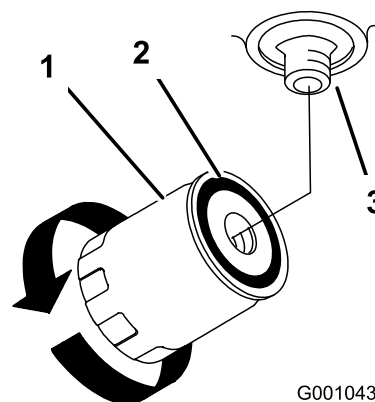

Figura 61
4. Localice el filtro debajo de la base del motor, y coloque un recipiente debajo del filtro (Figura 61).
5. Retire el filtro usado y limpie con un paño la superficie de la junta del adaptador del filtro (Figura 61).
9. Cuando el filtro hidráulico esté lleno, gire el filtro en el sentido de las agujas del reloj hasta que la junta de goma entre en contacto con el adaptador del filtro, luego apriete el filtro 1/2 vuelta más (Figura 61).